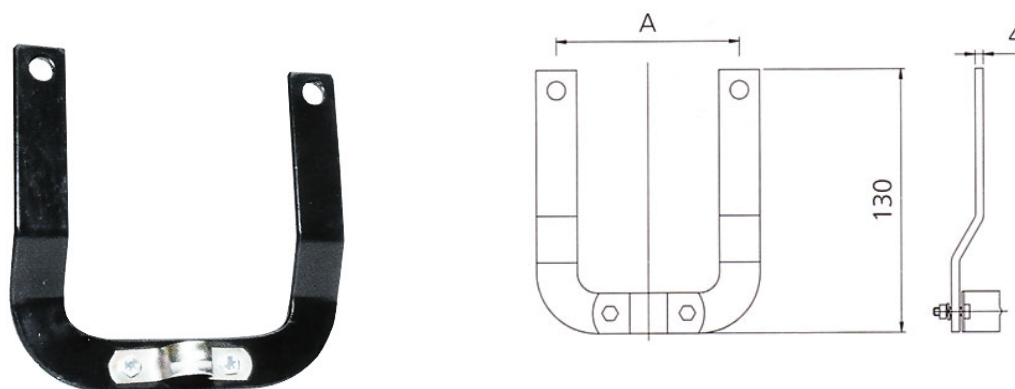

Рисунок 19 – Общий вид держателя поводка.
3.18. Характеристика держателя поводка (см. рис.19):